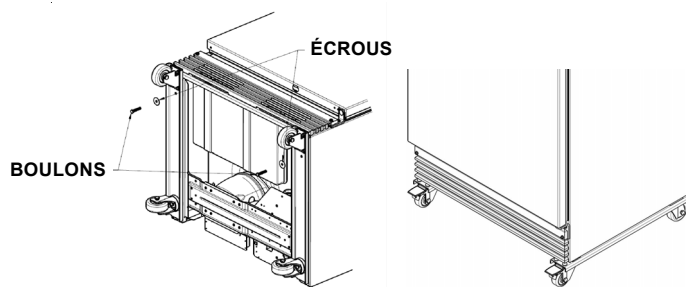

Fig. 6
- Alignez le boulon avec le trou situé sur le pied avant du rail de base droit. Vissez le boulon dans le trou et serrez-le bien à l'aide d'une clé plate simple ou d'une clé à douille de 1,3 cm (1/2 po) (voir Fig. 6).